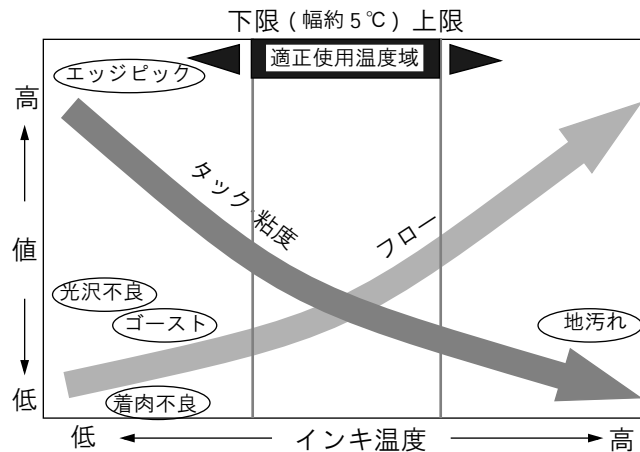

図7 専用インキの性能
**A** 専用インキの性能は図7に示すように、最適な使用温度条件があり、上限温度を越えると地汚れが発生、下限を下回るといろいろな印刷障害が発生します(表3)。